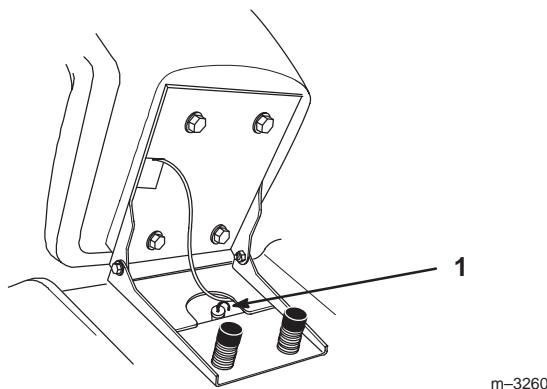

Figure 50
- Nettoyez la surface autour de la jauge d'huile (Fig. 50) pour éviter que des impuretés s'introduisent dans le goulot de remplissage, ce qui risquerait d'endommager la boîte-pont.
- Sortez la jauge et essuyez soigneusement l'extrémité métallique (Fig. 50).
- Enfoncez la jauge complètement dans le goulot de remplissage (Fig. 50).
- Versez avec précaution la quantité d'huile spécifiée dans le goulot de remplissage (Fig. 50).
- Versez avec précaution suffisamment d'huile pour que le niveau atteigne le repère maximum (F) sur la jauge.